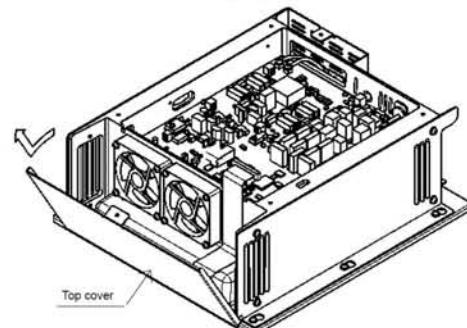

図2 [Fig.2]
- 2) 天板を取り外します。(図2)
Remove the top cover. [Fig.2]